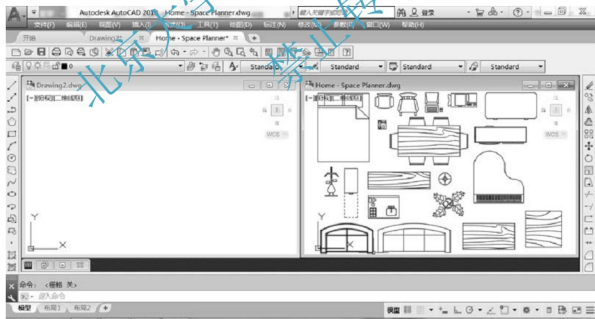

图 3.131 垂直平铺窗口
(1) 打开 Home-Space Planner 文件,同时新建一个图形文件,执行菜单栏中的【窗口】|【垂直平铺】命令,使打开的两个图形文件呈垂直平铺显示状态,如图 3.131 所示。